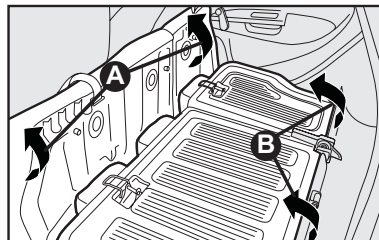

fig. 89
5) Incline hacia adelante el respaldo **A-fig. 89**, haciendo pasar lateralmente los cinturones, hasta apoyarlos sobre el asiento trasero.
Incline hacia adelante el asiento trasero completo, pasando los cinturones por los lados, de manera que se obtenga una superficie de carga única **B-fig. 89**.